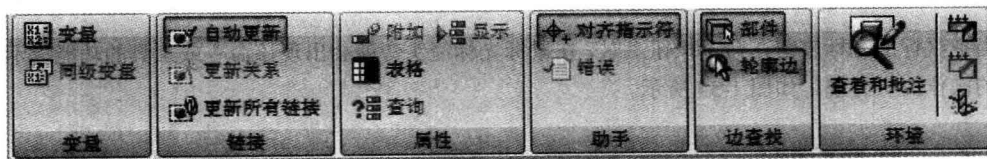

图 1-30 “工具”菜单
(6) “工具”菜单。“工具”菜单如图 1-30 所示, 包括变量、链接、属性、助手、边查找和环境等命令。